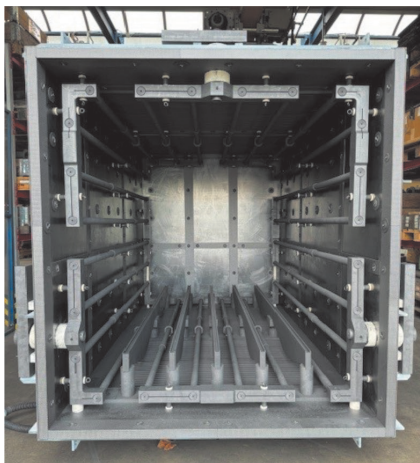

Abbildung 1: Beispiel einer großen, komplett neugefertigten Heizkammer für einen Vakuumofen
Abbildung 1: Industrie 4.0 Entwicklungspfad nach [1] sowie die die darin beschriebenen durch die hier vorgestellten Arbeiten abgedeckten Entwicklungsstufen. Die Größe der Kreise symbolisieren den mit jedem Schritt größer werdenden Nutzen für die Betriebe.
Infografik erstellt und veröffentlicht [1], die diese Entwicklung veranschaulicht und in Anlehnung daran in Abbildung 1 in ihrem prinzipiellen Verlauf dargestellt ist. Demnach besteht der Industrie 4.0-Entwicklungspfad aus sechs Stufen, von denen die ersten beiden der Digitalisierung zugeordnet sind und die Schritte Computisierung (1) und Konnektivität (2) umfassen. Mit dem Übergang von der Konnektivität (2) zur Sichtbarkeit (3) und Transparenz (4) der Messdaten wird bereits das Feld der Industrie 4.0 betreten. Die letzten zwei Schritte Prognosefähigkeit (5) und Adapterbarkeit (6 – Selbstoptimierung) sollen an dieser Stelle fürs erste außen vorge lassen werden, können von dem im Folgenden dargestellten Konzept jedoch potenziell mit abgedeckt werden. Versetzen wir Betriebe also in die Lage, ihre Prozesse und Prozessdaten permanent in Echtzeit erfassen und visualisieren zu können, öffnen wir diesen Betrieben das Tor zur Industrie 4.0 und schaffen zunächst eine robuste (Daten-) Grundlage, auf der alle weiteren Entwick-